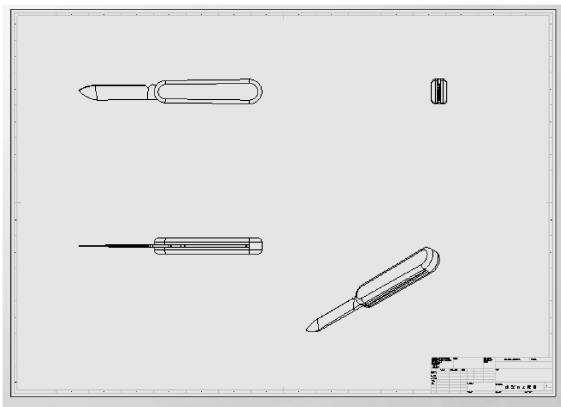

图 10-54 放置好的视图
(3) 移动鼠标，可以在其他合适位置放置其他的视图，如图 10-54 所示为放置好的视图。